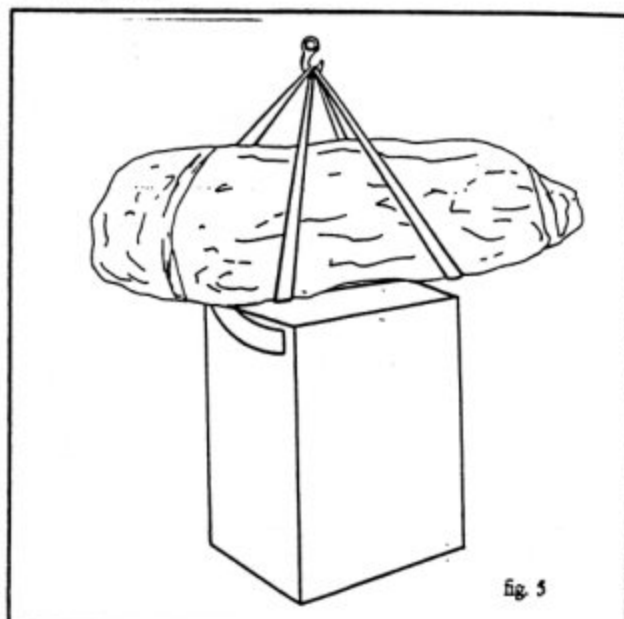

fig. 5
- soulevant la machine à l'aide d'une grue dotée de cordes ou de chaînes (fig. 5).